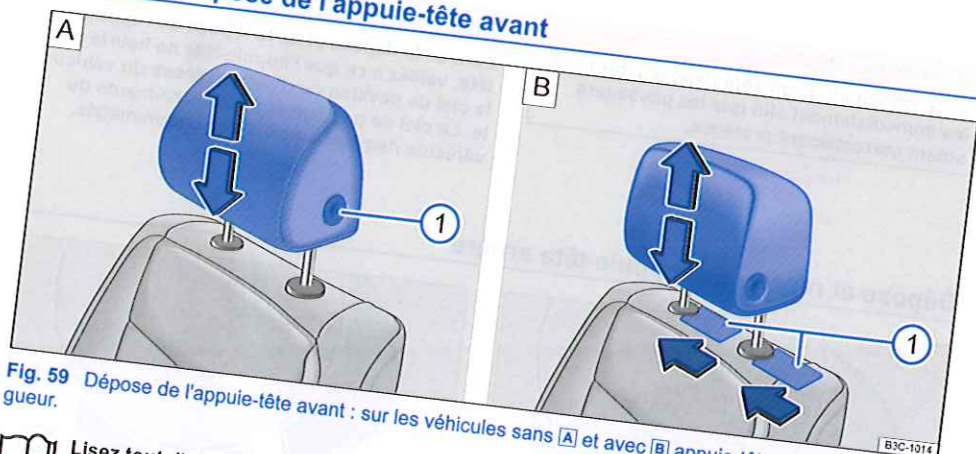

Fig. 59 Dépose de l'appuie-tête avant : sur les véhicules sans **A** et avec **B** appuie-têtes réglables en longueur.
Retirez entièrement l'appuie-tête en appuyant complètement sur la touche **⇒** **fig. 59 A ①**.
Insérez un objet plat, par exemple une carte entre la garniture du dossier et le capuchon de la barre de guidage de l'appuie-tête et déverrouillez en même temps les tiges de retenue en exerçant une légère pression **⇒** **fig. 59 B ①**.
- Déplacez vers le bas l'appuie-tête en enfonceant complètement la touche **⇒** **fig. 59 A ①**.